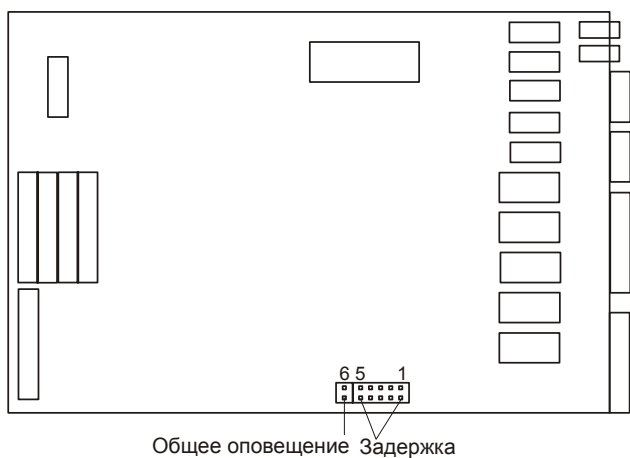

Рис. 5 Расположение переключателей на плате синхронизации.
5.3.4. Общее оповещение. В зависимости от особенностей Объекта, режим общего оповещения может быть включен или выключен переключкой «ОО» (Рис. 5) на плате синхронизации. Смысл алгоритма состоит в том, что после оповещения зон в группе, где произошло возгорание (на вход которой поступил командный импульс от АУПС), выполняется оповещение всех зон Объекта.
5.3.7. Выбор Временных интервалов задержки оповещения выполняется установкой в нужное положение переключки «Задержка» на плате синхронизации (Рис. 5). Возможные значения задержек указаны в следующей таблице. Изготовителем Прибора управления данная переключка устанавливается в положение «3».